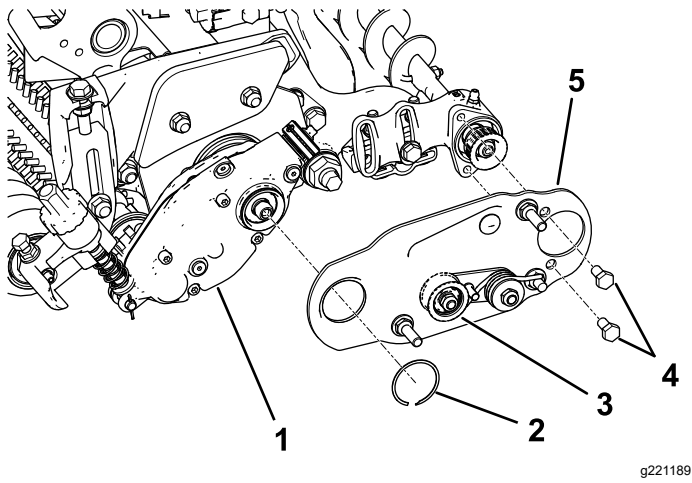

图 9
3. 安装左侧或右侧滚筒刷枢轴板 图 9。
注意 确保怠轮皮带轮组件按 图 9中所示安装在底部。
4. 为 2 个螺栓 5/16 x 1/2 英寸涂抹 242 乐泰胶蓝色并用这两个螺栓将滚筒刷侧板安装到滚筒刷轴承座上 图 9。
5. 用卡环将滚筒刷侧板固定至滚筒刷架上 图 9。